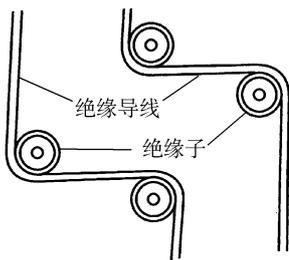

图 7-17 绝缘子在同一平面的转角做法
2) 导线在同一平面内有曲折时，要将绝缘子装设在导线曲折的内侧，如图 7-17 所示。